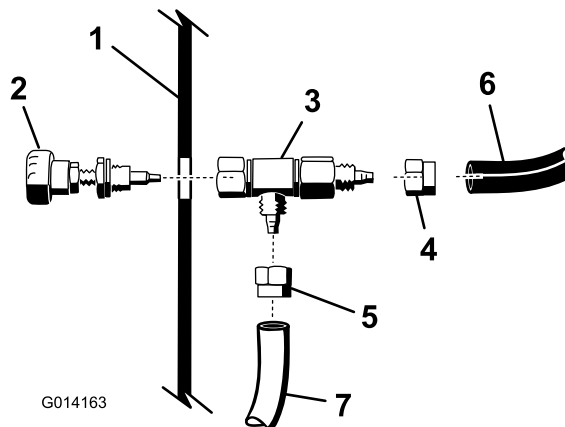

Рисунок 20
5. Ослабьте гайку, крепящую ручку в сборе на тройник, как показано на Рисунок 20.
- Подсоедините синие и белые трубки пенного шланга, проложенного под приборной панелью, к корпусу регулирующего клапана, как показано на Рисунок 20.